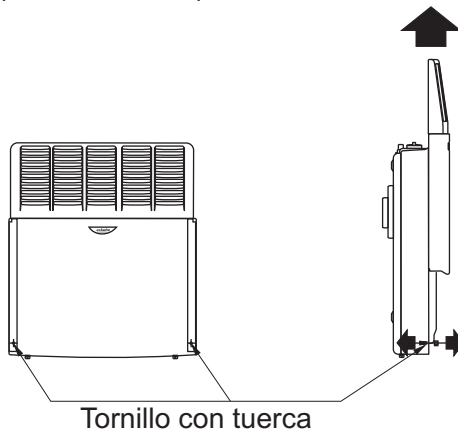

Fig.8
- Retire el Frente quitando los 2 tornillos con tuercas (Fig. 8) y deslícelo hacia arriba hasta desprenderlo de la Espalda del Gabinete.